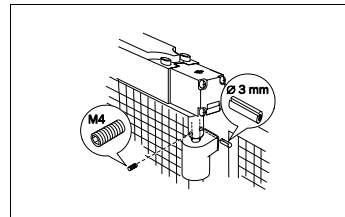

Fig. 2 : Vérification du verrouillage de forme entre l'arbre de commutation et la charnière
- raccorder l'arbre de commutation de l'interrupteur rotatif et la charnière à l'aide d'une vis sans tête M4 et d'une goupille de Ø 3 mm (cf. Fig. 2).